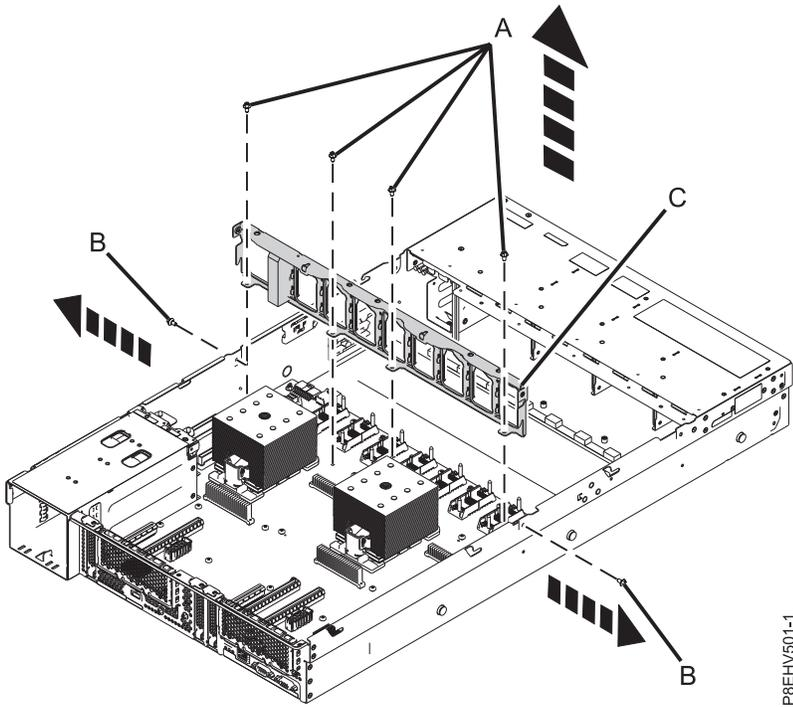

Figure 63. Retrait du support du milieu et emplacements des vis
10. Retirez le support du milieu (C). Voir figure 63, à la page 66.
- a. Retirez les deux vis (B) de chaque côté du système.
- b. Retirez les quatre vis (A) qui permettent de connecter le support du milieu au fond de panier système.
- c. Soulevez le support du milieu (C).